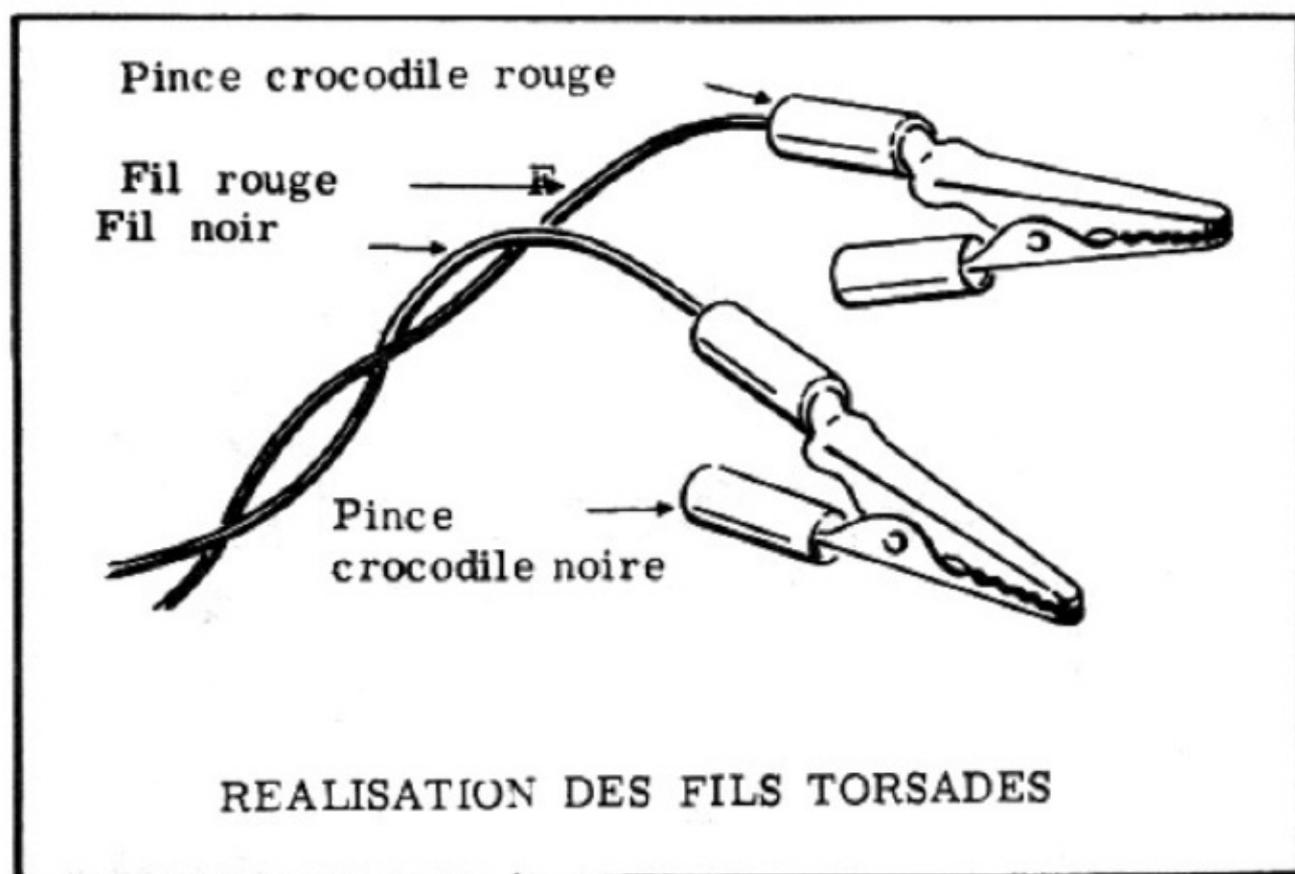

Figure 13
j) Torsadez les deux fils isolés munis de pinces crocodiles, de façon à ne former qu'une seule tresse (*figure 13*).